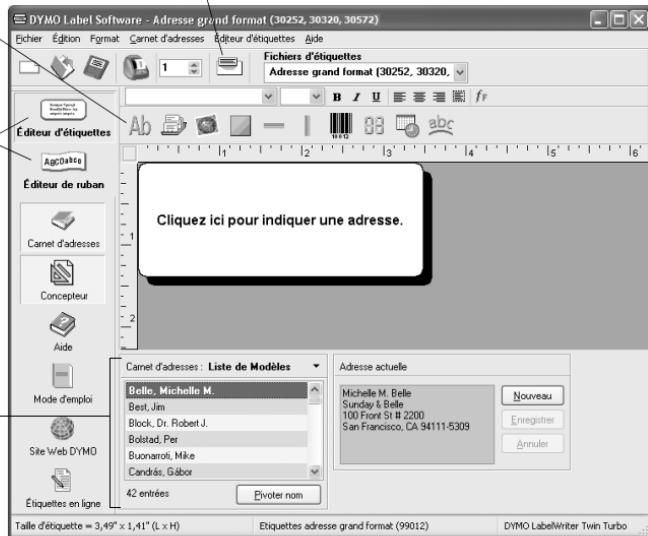

Figure 13
- La Figure 13 souligne certaines des fonctions principales disponibles sur le DYMO Label Software.